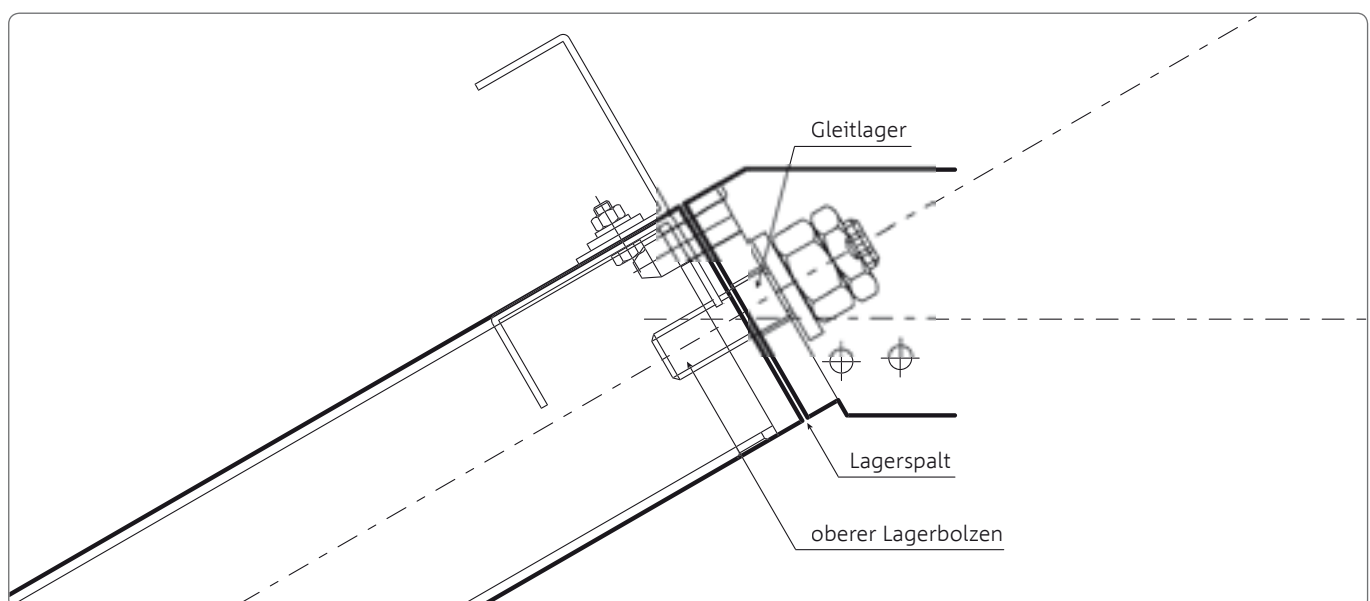

Abb. 1.7: oberes Lager
4. Ist die erste Mutter handfest angezogen und entsprechen die Toleranzen den Soll-Angaben, wird eine zweite Mutter zum Kontern aufgeschraubt (s. Abb.: 1.7).